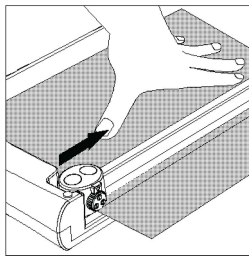

Fig. 2
5. Um den Schnitt abzuschließen, drücken Sie den Schneidkopf nach unten und schieben ihn entlang der Führungsschiene auf die andere Seite, siehe Abb. 2.